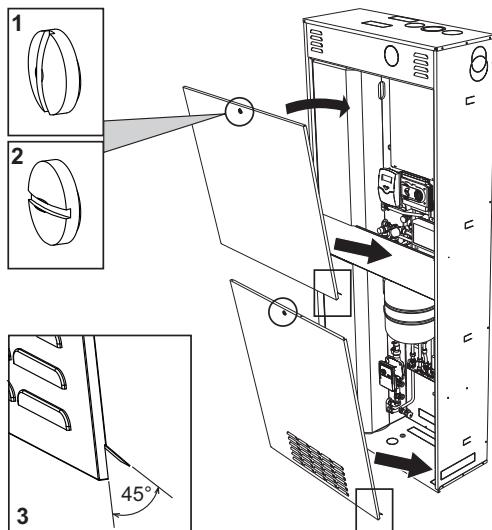

fig. 67 - Apertura mantello
1. Con una moneta o un cacciavite agire sulla serratura (1 = chiuso - 2 = Aperto - fig. 67).
3. Quando si richiude il portellone, verificando che le linguette inferiori siano in posizione corretta (rif. 3 - fig. 67) e si incastri nelle apposite sedi sull'involucro.